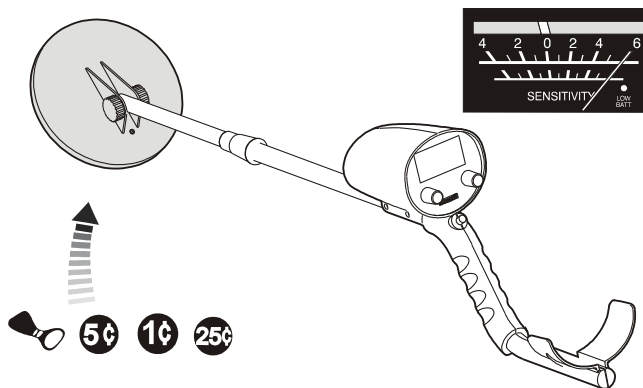

Figura.12
- Deje que otros metales no ferrosos se acerquen a la bobina de búsqueda; el indicador del medidor se desviará a la derecha, y el sonido será más fuerte. (Figura.12)